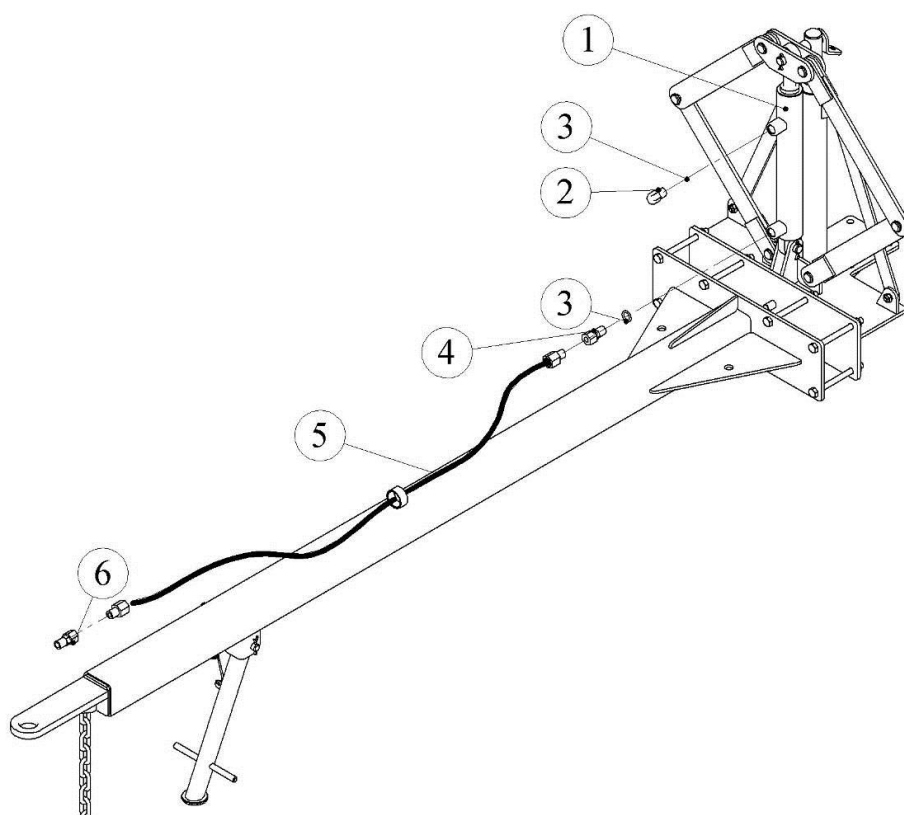

Рис. 4.4.1. Гидросистема ГКП-8
4.4.1. В верхнюю штоковую полость гидроцилиндра (1) установите сапун в сборе (2). Предварительно на сапун наденьте резиновое уплотнительное кольцо (3) (рис. 4.4.1). Войлочный вкладыш сапуна необходимо пропитать 2...3 каплями машинного масла.
***Обязательно** установите штуцер-дроссель (поз. 4 на рис. 4.4.1). Это обеспечит плавный подъём секций.*